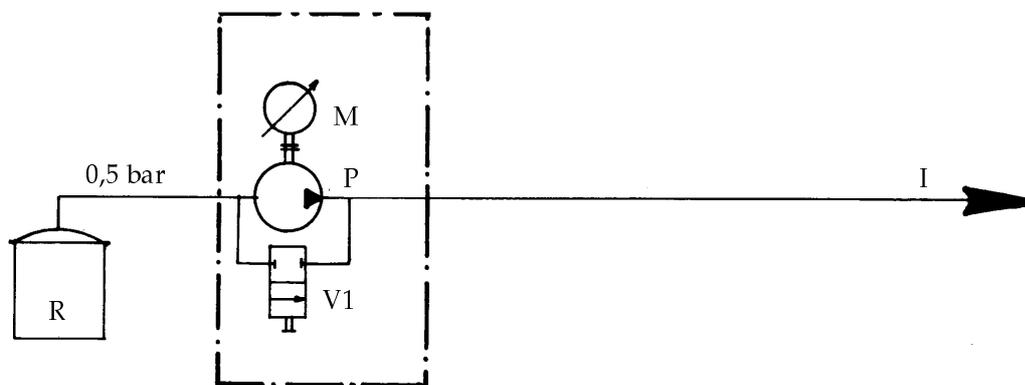

Figura 7
5.1. MONTAGGIO CON VALVOLA DI BY-PASS SULLA POMPA (VEDERE FIGURA 7)
- Tenuto conto della lunghezza del condotto fra la pompa e l'iniettore, oltre a quella del circuito di ritorno, la quantità di prodotto e di solvente persa nel corso del risciacquo del circuito è maggiore di quella considerata nel caso della **figura 7**.